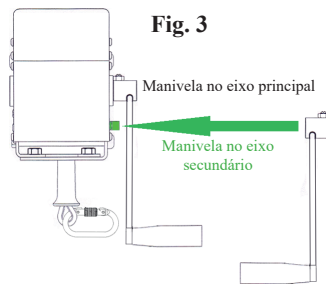

Fig. 3
3. Instale a manivela no eixo secundário (a verde na Fig. 3);
6. Para voltar à utilização normal, a manivela deve ser reinstalada no eixo principal, na direção original (conforme apresentado na Fig. 3).